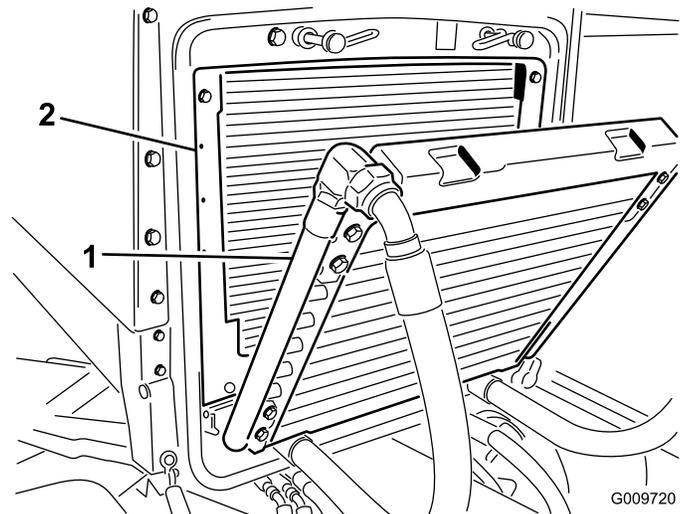

Figura 51
3. Gire el enfriador hacia atrás. Limpie a fondo ambos lados del enfriador de aceite y la zona del radiador (Figura 51) con aire comprimido. Empezando en la parte delantera, soplo los residuos hacia la parte trasera. Luego, limpie desde atrás, soplando los residuos hacia adelante. Repita este procedimiento varias veces hasta eliminar todos los residuos.